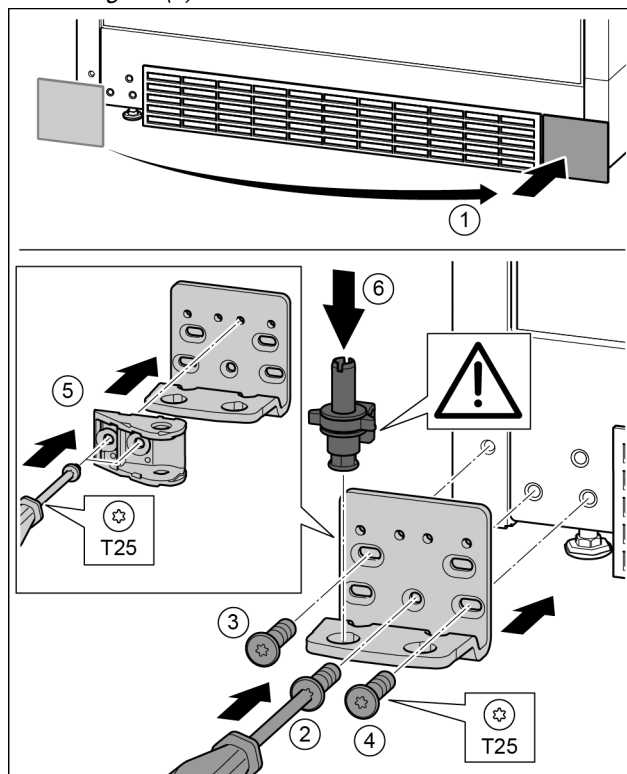

Fig. 36
- ▶ Sejměte kryt a připevněte jej na druhé straně. Fig. 36 (1)
- ▶ Nasadíte stojan ložiska na druhé straně a přišroubujte pomocí šroubováku T25. Začněte šroubem 2 dole uprostřed. Fig. 36 (2)
- ▶ Pevně utáhněte šroub 3 a 4. Fig. 36 (3, 4)
- ▶ Spojení tlumiče zavírání otočte o 180°. Šroubovákem T25 přišroubujte na druhé straně stojanu ložiska. Fig. 36 (5)
- ▶ Zcela vložte ložiskový čep. Přitom dávejte pozor, aby zajišťovací vačka směřovala dozadu. *Fig. 36 (6)*